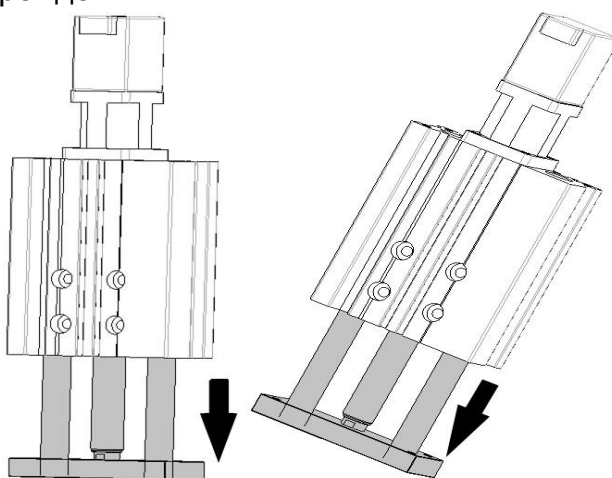

Рисунок 14 – Выход штока.
2.2.3 **ВНИМАНИЕ!!!** Вертикальная или наклонная установка модуля штоком вниз может представлять опасность. Шток может выходить из модуля с неконтролируемой скоростью из-за обратимости движения содержащихся в нем рециркуляционных ШВП, см. рисунок 14.